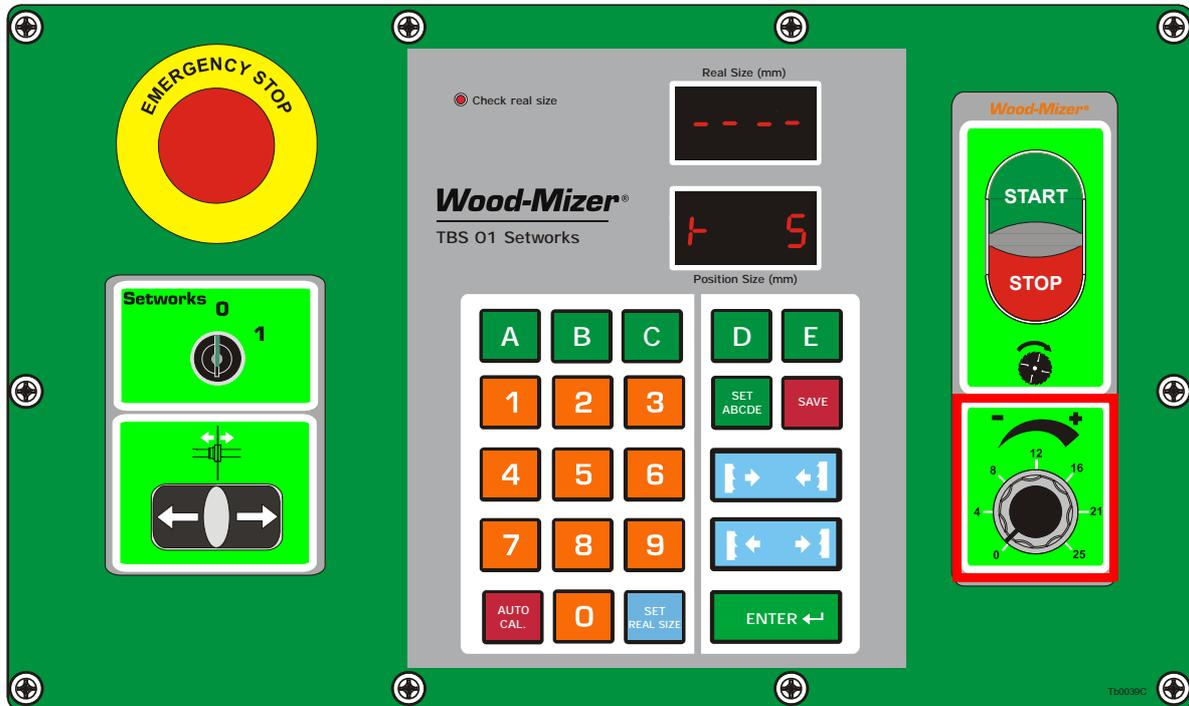

FIGURE 3-10
**Voir Figure 3-10.** La vitesse des rouleaux est réglable au moyen du cadran situé sur le tableau de commande, permettant à l'opérateur de régler la vitesse d'avance de 0 à env. 25 m par minute.